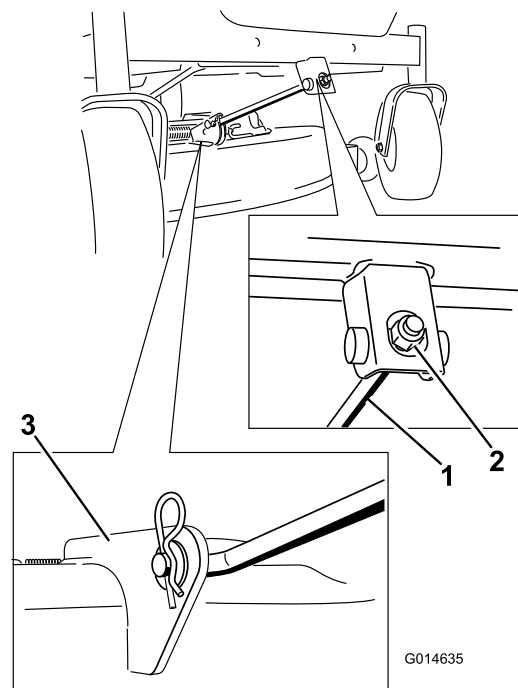

Figure 58
4. Retirez la goupille fendue de la tige de support avant et déposez la tige du support de tablier (Figure 58). Abaissez doucement l'avant du tablier de coupe au sol.
6. Fixez la tige de support avant au tablier de coupe à l'aide de l'axe de chape et de la goupille fendue (Figure 58).